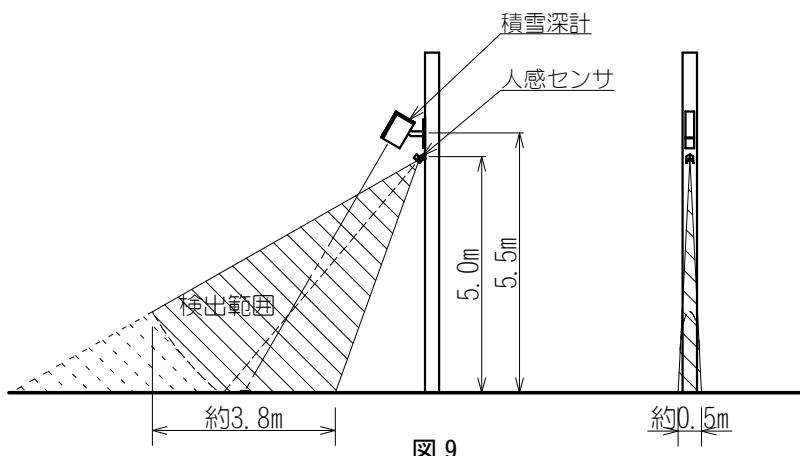

図9
おおよその人体検出エリアは、図9のようになります。
1. 人体検出は、図9検出範囲内で、20本の検出ゾーンを使用して検出するため、上記検出範囲内すべてで検出するものではありません。